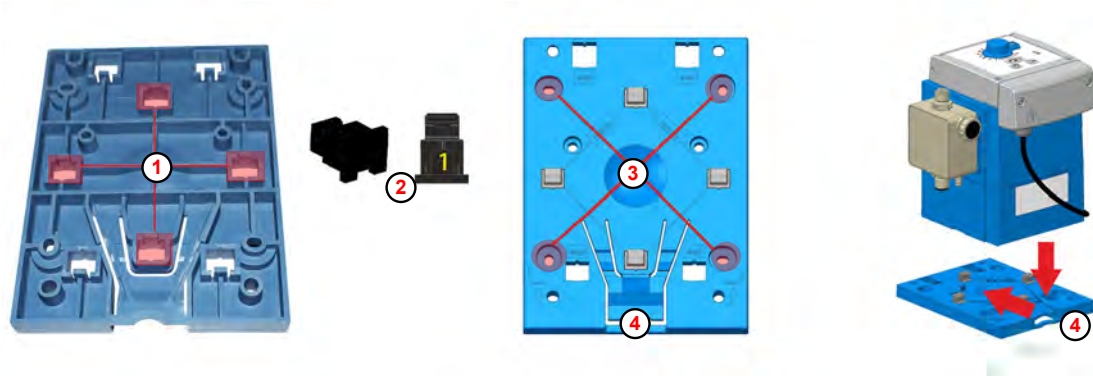

Fig. 4: Préparatifs pour le montage sur table
Sur la partie inférieure de la plaque de montage, les orifices pour le montage sur table (Fig. 4 , ①) portent le numéro 1.